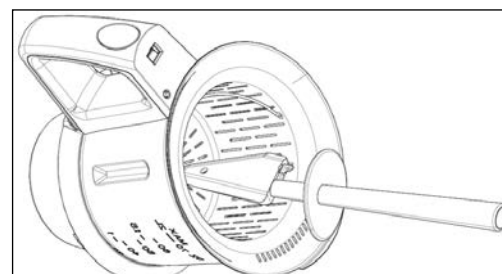

Figura 18
4. Spatola: può raschiare gli ingredienti dalla parete interna del contenitore SS. Durante il filtraggio del succo, può anche essere utilizzata per fissare il cestello e allo stesso tempo per consentire al succo di separarsi dagli ingredienti solidi. (Figura 18)